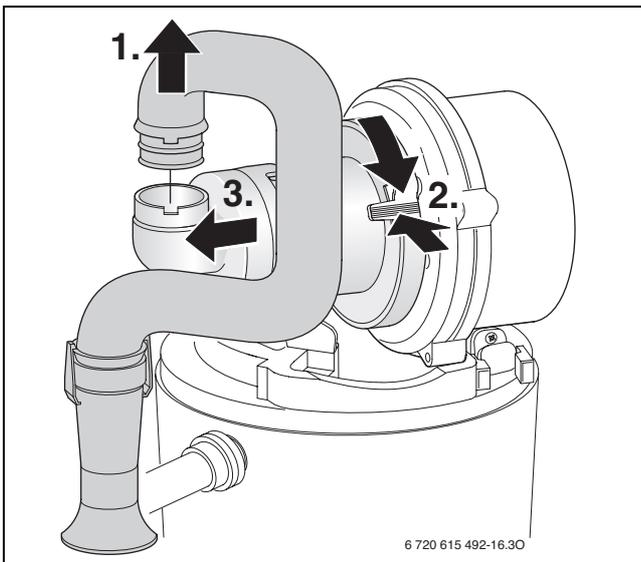

Fig. 99
- ▶ Smontare il dispositivo di miscelazione secondo la fig. 99.